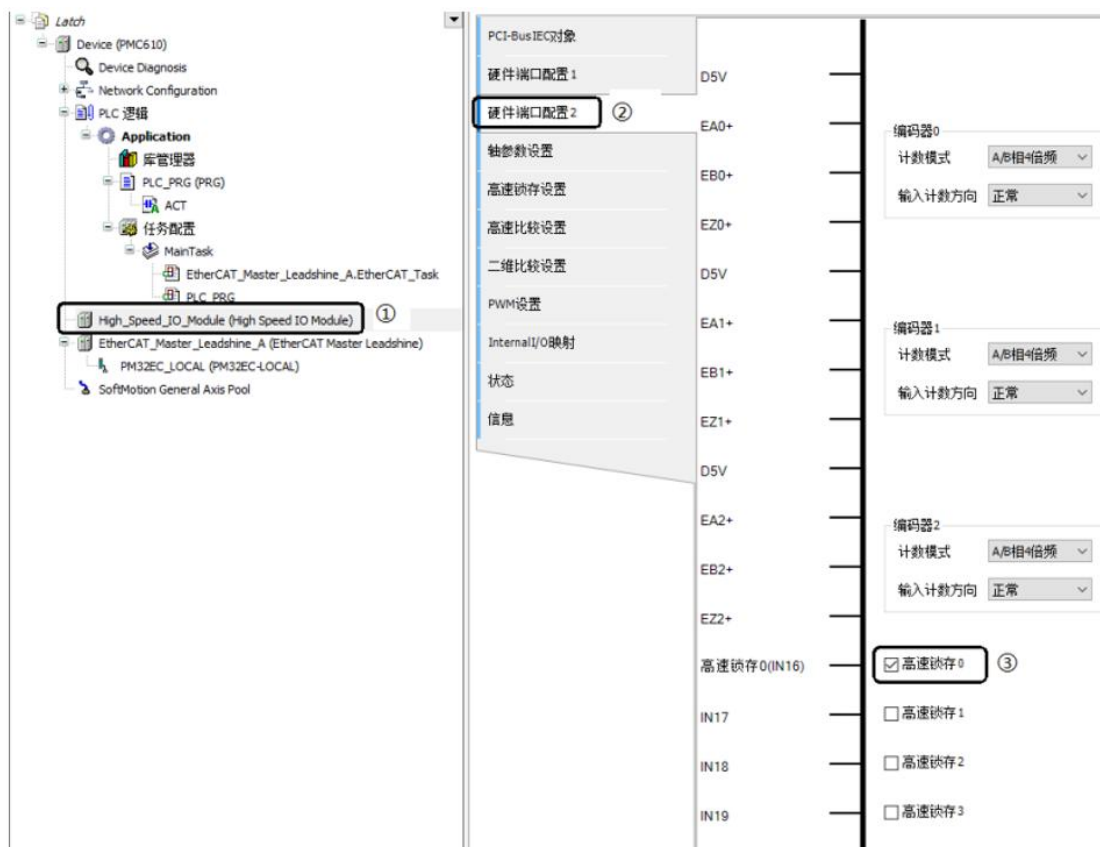

图 10.38 配置高速锁存信号
1) 如图 10.38 所示，选择对应锁存端口做锁存信号输入源。图中标注部分解释如下：
- ① 鼠标左键双击“High_Speed_IO_Module”(High Speed IO Module)
- ② 左键单击“硬件端口配置 2”进入配置界面。
- ③ 使用“高速锁存 0”设置作为锁存端口做锁存信号输入源。